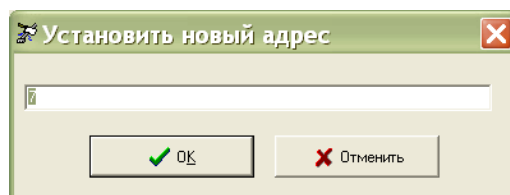

Рисунок 13
7) В открывшемся окне «Установить новый адрес» ввести требуемый адрес, нажать на кнопку «ОК» (рисунок 13). Адрес БПДД-CAN будет изменен.